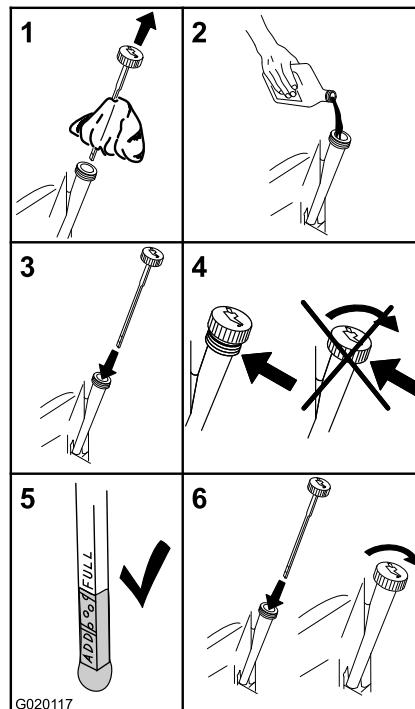

Figure 33
4. Versez lentement environ 80 % de l'huile spécifiée dans le tube de remplissage, puis faites l'appoint lentement jusqu'à ce que le niveau atteigne le repère maximum (Full) (Figure 33).